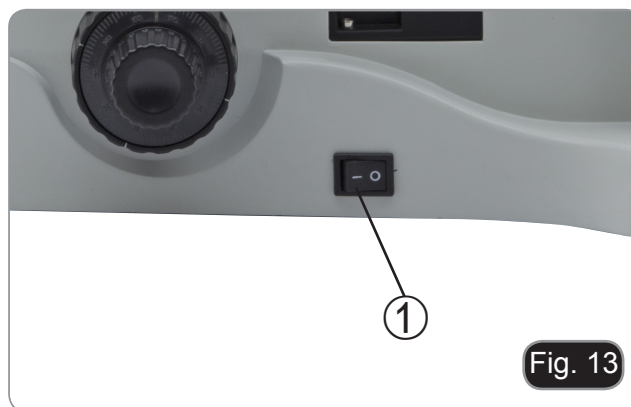

Fig. 13
1. Coloque o interruptor principal ① em “O” (OFF) antes de ligar o cabo de alimentação. (Fig.13)